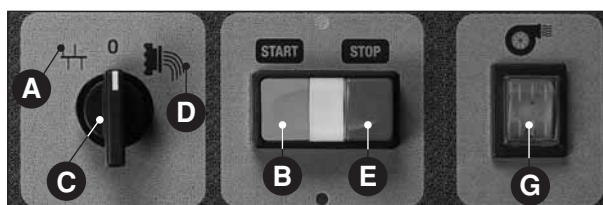

Abb. 11 – Bedientafel TR 75/E
Wenn das Produkt ziemlich feucht ist und zum Kleben neigt, oder wenn man dieses auf jeden Fall oberflächlich trocknen möchte, den dazu vorgesehenen Ventilator in Betrieb setzen, indem der Schalter (**Abb. 11 ③**) nur 75/E) eingeschaltet wird.
- die Maschine anhalten, indem der Schalter auf die Position "0" (**Abb. 11 ③**) gebracht und dann für 10-15 Sekunden auf die Position Kneten **⚡** (**Abb. 11 ①**) gedreht wird, um den durch das Produkt erzeugten Druck auf dem Zieheisen zu beseitigen;
- schließlich den Schalter wieder auf "0" stellen (**Abb. 11 ③**);
- Auf der Position "0" (Abb. 11 **C**) müssen alle Maschinenteile stillstehen; beim Modell TR 75/E dreht sich das Mischgerät in der Stellung "Ziehen" (Abb. 11 **D**) im Uhrzeigersinn und in die gleiche Richtung muß die Schnecke drehen (prüfen Sie dies durch die Öffnungen im Deckel); beim Modell TR 70 hingegen dreht sich das Mischgerät in der Stellung "Ziehen" (Abb. 11 **D**) entgegen dem Uhrzeigersinn und die Schnecke muß in der Gegenrichtung drehen; in der Position "mischen" (Abb. 11 **A**) müssen sich die Elemente entgegengesetzt drehen.